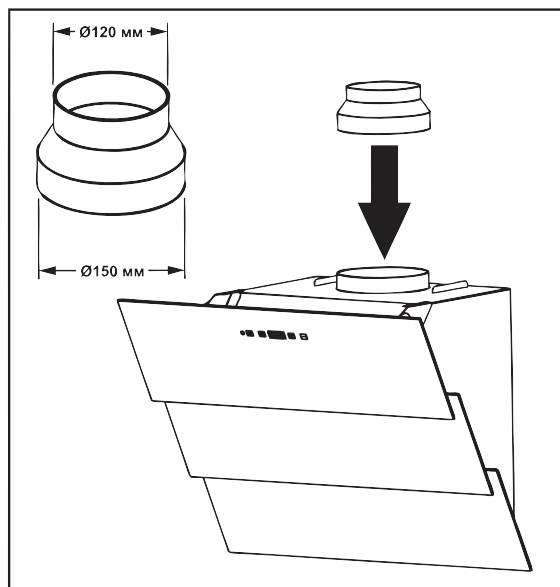

**Рис.4**
**6.4** Перед тем, как приступить к сверлению отверстия под крепёжные изделия, необходимо произвести для них разметку на стене. Для этого изготовьте бумажный шаблон с координатами фигурных отверстий блока, приложите шаблон к стене на необходимой установочной высоте, которая указана выше, и выровняйте по уровню (рис.4).
**6.9** Установите телескопический кожух дымохода на корпусе вытяжки. Поднимите верхнюю панель кожуха с планкой под потолок, чтобы он закрывал воздуховод вентиляции, и разметьте по пазам планки 2 отверстия под крепление (точки Е, F) (рис.4).
**6.12** Установите внешнюю панель кожуха дымохода в пазы на корпусе вытяжки, а внутреннюю – поднимите вверх до совмещения отверстий крепления с планкой и соедините с боков **2-ма шурупами ПКГ 2,9x9,5** (рис.4).